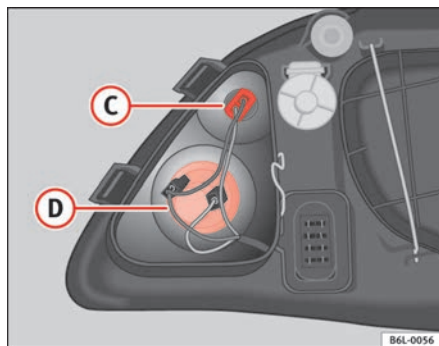

Fig. 155 Luz de población
- Tire de los cables para liberar el portalámparas de su alojamiento ③ ⇒ fig. 155.